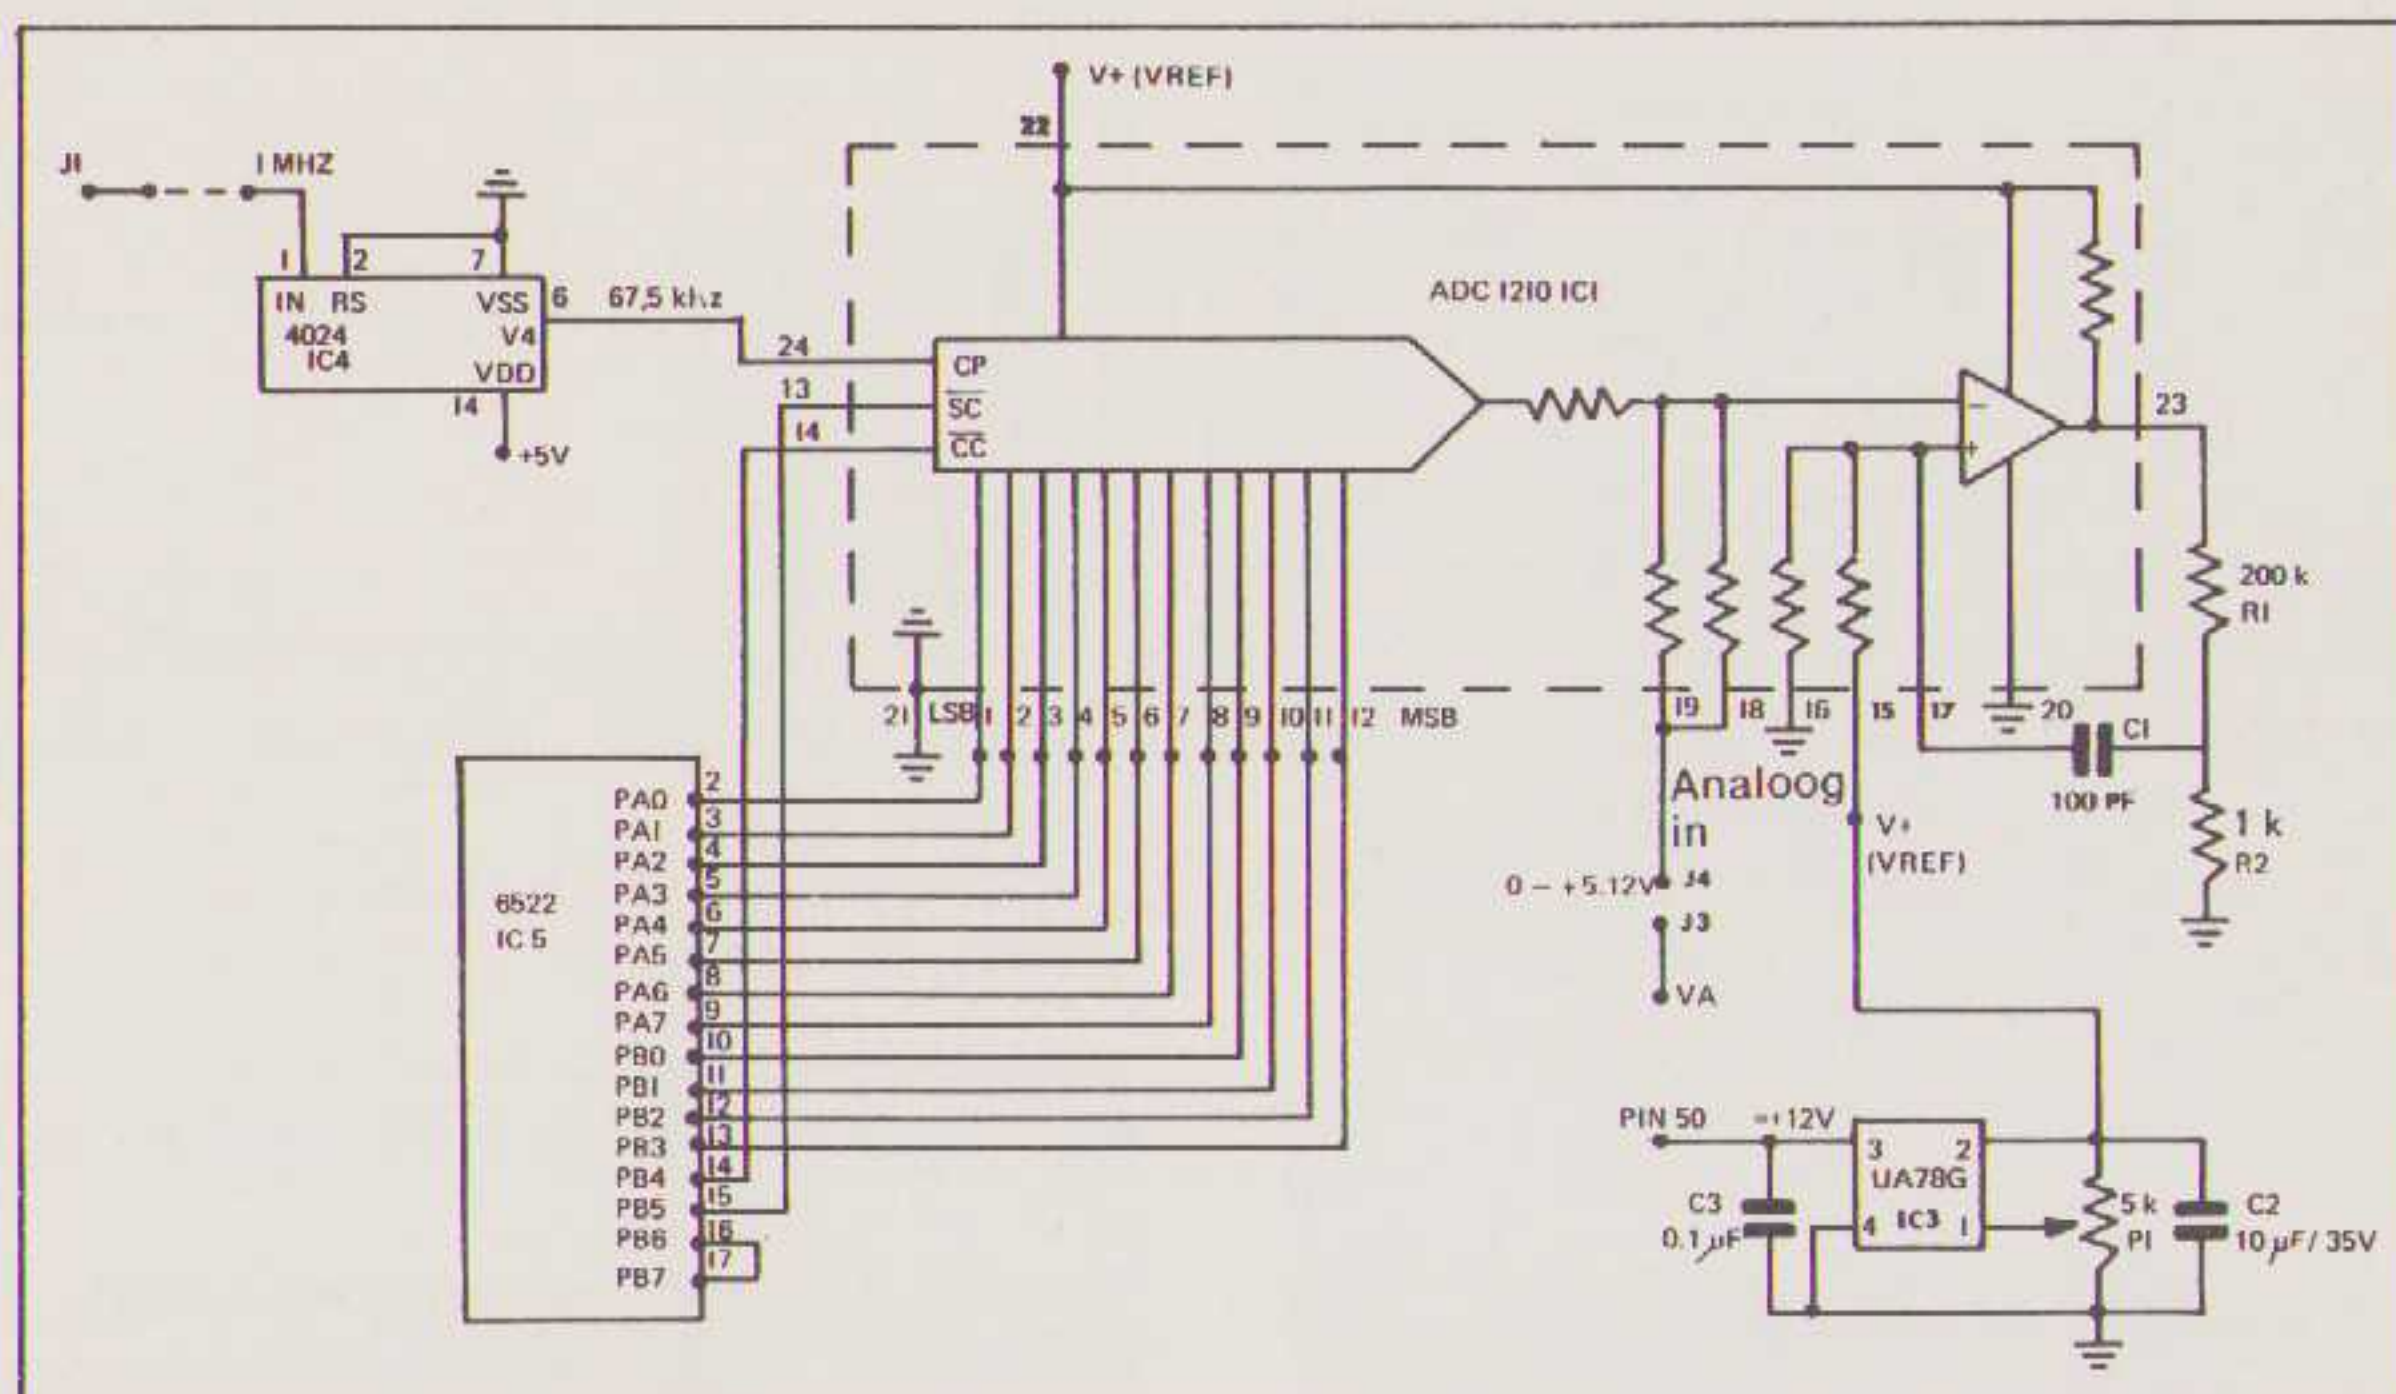

Fig.13. Schema van de AD-converter 1210.
ben besproken geeft een 12-bits AD-converter een veel groter oplossend vermogen dan een 8-bits converter. Het volledige schema staat in **fig.13**. De uitgangen van de ADC 1210 zijn verbonden met de poorten van de 6522. De minst significante bits zijn verbonden met poort A, terwijl de overblijvende 4 meest significante bits zijn aangesloten op PB0 - PB3 van poort B. Op PB4 komt de start-conversie puls (SC) te staan en PB5 leest het conversie-voltooid signaal (CC). De analoog-digitaal conversie in de 1210 verloopt op dezelfde wijze zoals wij het eerder hebben gedaan met een 8-bits ADC plus software. De ADC 1210 zet het analoge signaal ook met behulp van de successieve benaderingsmethode om in een digitaal signaal, maar dat geschiedt in dit geval door de hardware. De interne klokfrequentie moet tussen de 60 en 70 kHz liggen. De machineklok van 1 MHz wordt gedeeld in de vier trappen van de deelschakeling rond de 4024. De ingangsfrequentie van de 1210 is dan gelijk aan 67.5 kHz. De uitgang van de pennen 1 - 12 van de 1210 is gelijk aan $V+$ bij een logische 0 en 0 bij een logische 1. Aan de ingangspennen van de 6522 mag de spanning die van het TTL niveau niet te boven gaan. Om die reden wordt de voedingsspanning $V+$, die intern gelijk is aan de referentiespanning, ingesteld op +5.12 V. Deze waarde wordt afgeleid van de +12 V voeding van de Apple, wanneer deze tenminste is uitgevoerd als spanningsregelaar, bijvoorbeeld in de vorm van een UA78G of een andere instelbare spanningsregelaar. De juiste spanning wordt ingesteld met behulp van de potmeter van 5000 ohm (P1). In de getekende configuratie hebben we een ingangsspanningszwaai van 0 naar +5.10 V aan pen 19 van de AD-converter. De meeste sensoren zullen een dergelijke ingangsspanning niet rechtstreeks kunnen leveren. Voor het versterken van kleine spanningen kunnen we de viervoudige opamp 4136 op de print benutten als instrumentatieversterker. Wanneer R4 gelijk wordt gemaakt aan R5 en R6 gelijk aan R7, R8 en R9, is de versterkingsfactor gelijk aan: